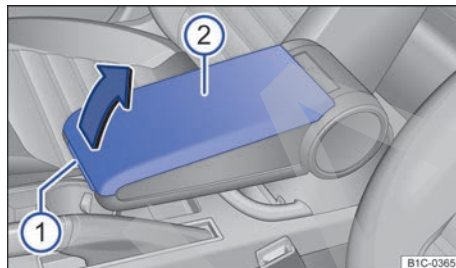

Fig. 126 En el reposabrazos central: portaobjetos.
- Para *abrir* el portaobjetos, presione la tecla → fig. 126 ① y levante la tapa ② en el sentido de la flecha.
- Para *cerrar* el portaobjetos, baje la tapa ②.